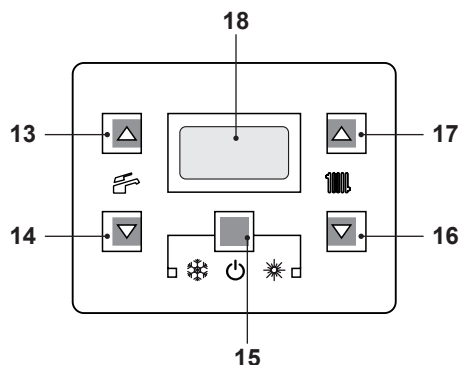
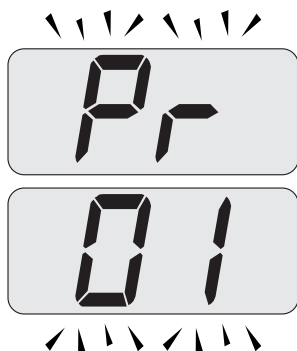

Figura 5.29
Figura 5.30
- Entre en la "modalidad de programación" pulsando simultáneamente durante 10 segundos los botones 15 - 16 - 17 (Figura 5.29) hasta que aparezcan en la pantalla LCD las letras **Pr** alternadas con el código **01**, que indican la entrada en el "parámetro 01" (Figura 5.30).
- Pulse simultáneamente los botones 15 y 17 (Figura 5.29) hasta que aparezca en la pantalla LCD el valor del parámetro 15 (Figura 5.32).
- Pulsando el botón 15 (Figura 5.29) se confirma el valor introducido.
- Pulsando simultáneamente los botones 15 y 16 (Figura 5.29) se sale sin modificar
- Pulsando simultáneamente durante 10 segundos los botones 15 - 16 - 17 (Figura 5.29) se sale de la "modalidad de programación".
De todas formas, si la temperatura ambiente no fuera agradable, se puede aumentar o reducir la temperatura de impulsión de la instalación de calefacción en $\pm 15\text{ }^{\circ}\text{C}$ usando los botones 16 (reducción) y 17 (aumento) (Figura 5.29).